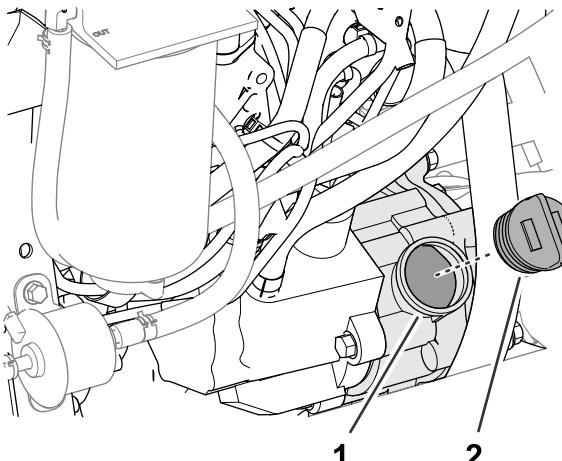

Bild 113
- Entfernen Sie bei niedrigem Ölstand den Ölfülldeckel (Bild 113), gießen langsam kleinere Ölmengen ein und prüfen Sie den Stand regelmäßig, bis die Voll-Markierung am Peilstab erreicht wird.